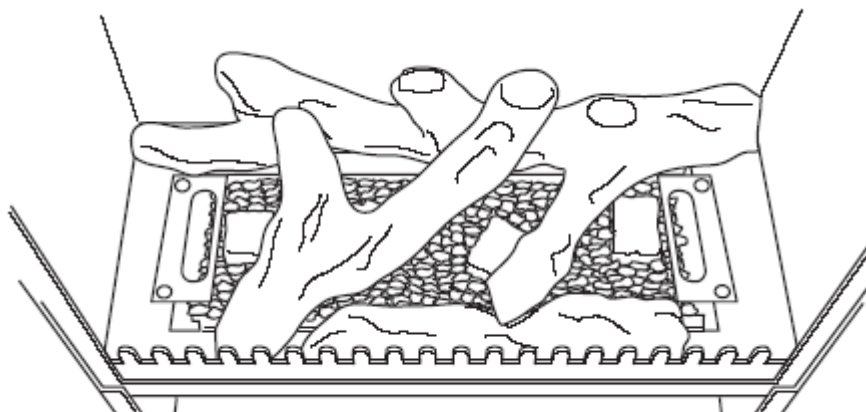

Рис. 24
- Снимите уплотнительный винт 1 (рис.24).
- Выверните уплотнительный винт 3 и подсоедините измерительный прибор к разъему 4 (рис. 24).
- Выкрутите уплотнительный винт 3 и подсоедините измерительный прибор к гнезду 4 (см. Рис. 24 на стр. 18).
- Теперь установите минимум винтом 6 (рис.24) (при повороте влево мощность увеличивается, а вправо уменьшается) в соответствии с таблицей 2 на стр.21.
Важное примечание по установке минимальной мощности для пропана (G30). Полностью закройте винт минимума (позиция 6 на рис. 24). Это установит оптимальное давление для этого типа газа.